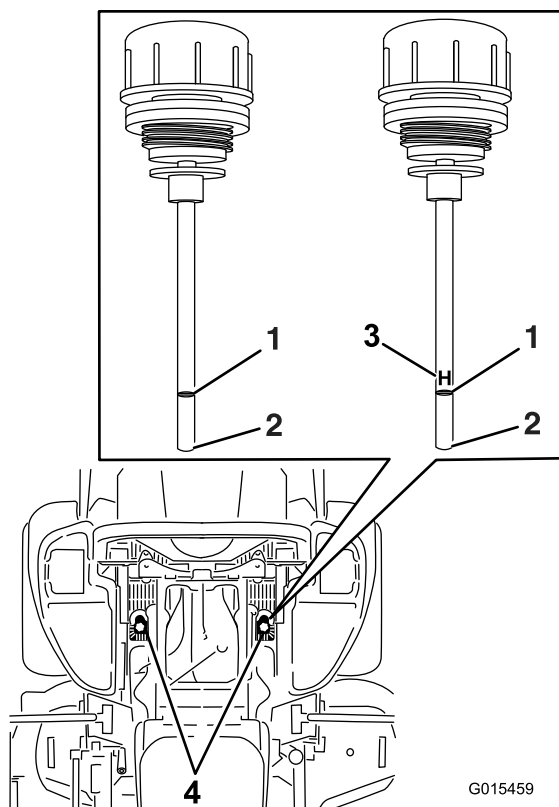

Figure 99
5. Nettoyez la surface autour des jauges des réservoirs du système hydraulique (Figure 99).
6. Sortez une jauge du réservoir hydraulique (Figure 99).
8. Ressortez la jauge et examinez son extrémité (Figure 99).